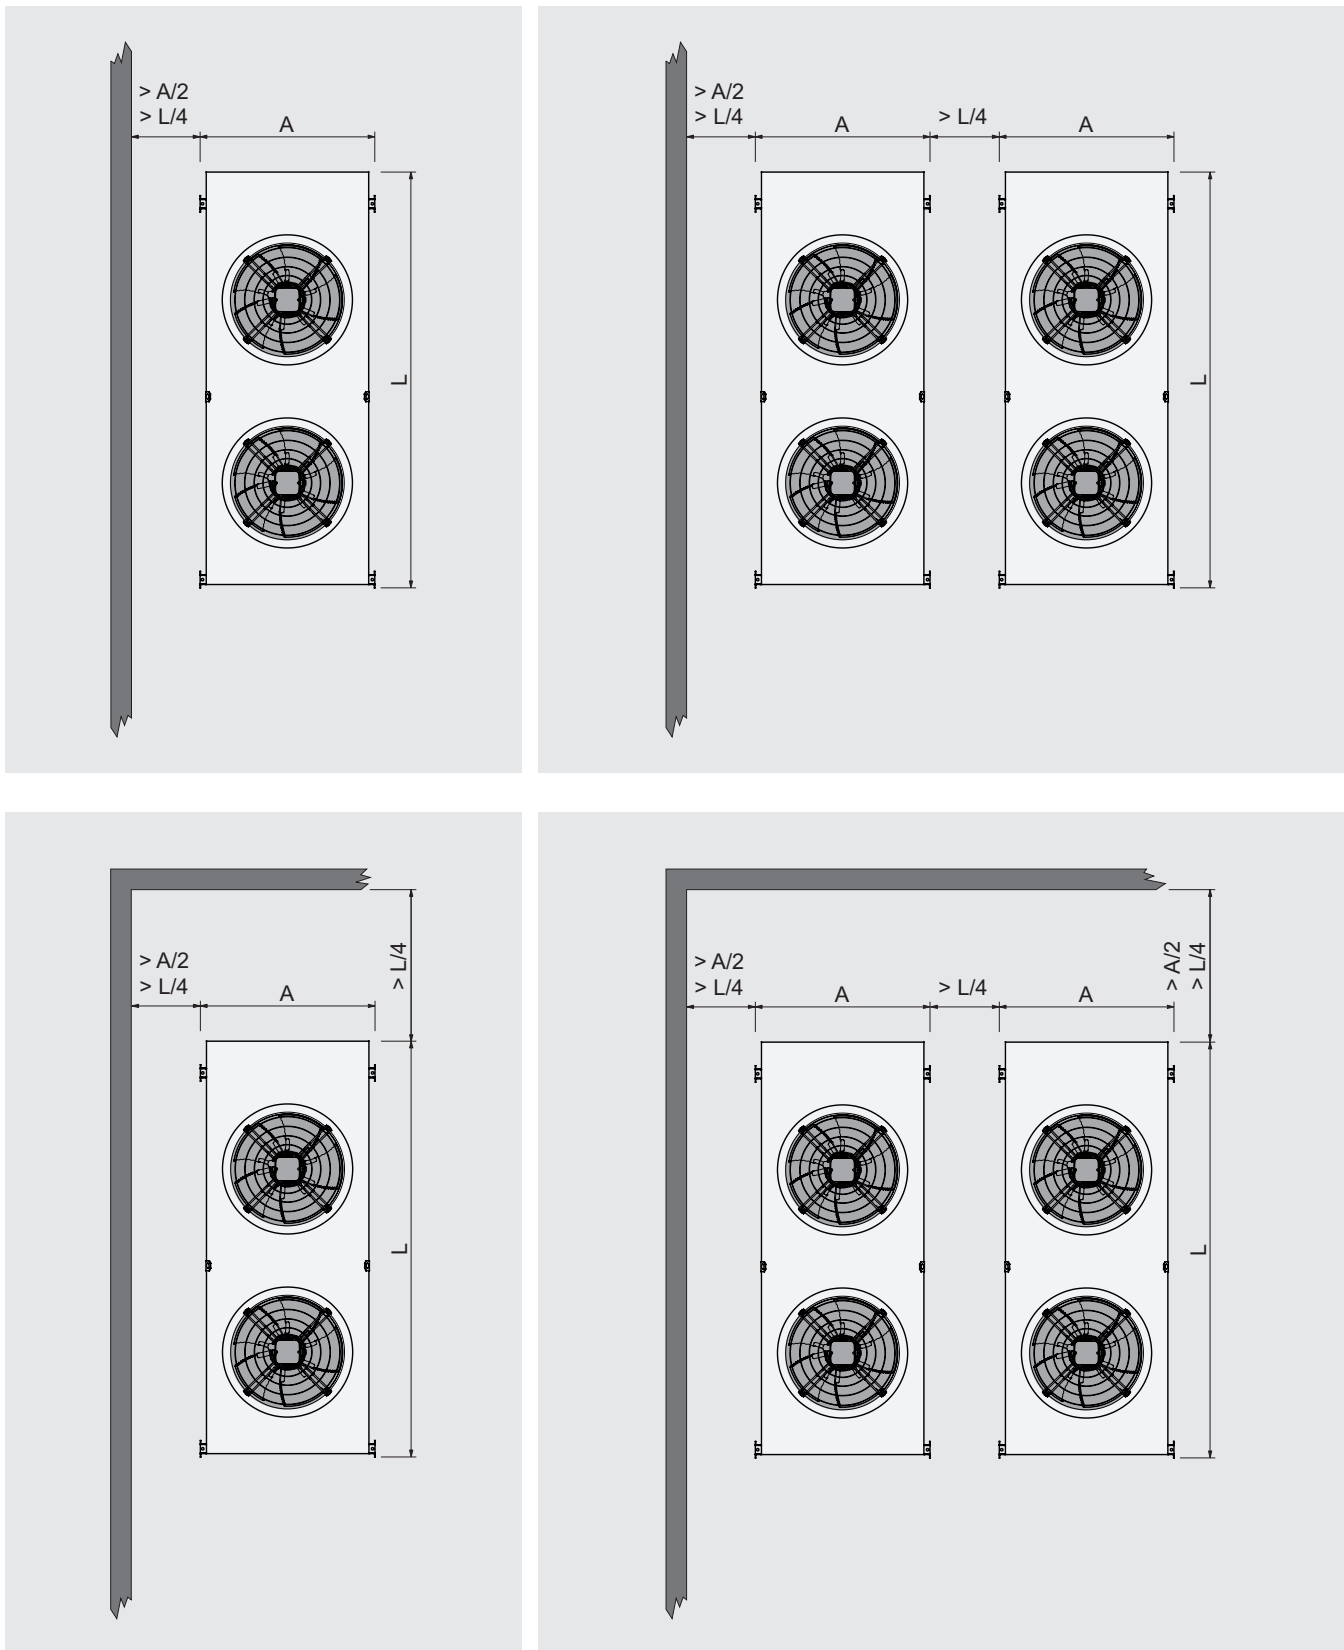

Figure 7
6.8 Pour un ou plusieurs modèles, voir Figure 7.